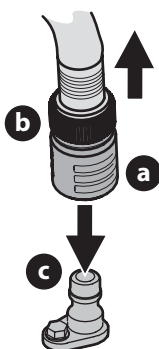

Figura 17
3. Tire del collarín de ajuste (a) del adaptador del pico (b) hacia atrás y empuje el adaptador del pico sobre el pico de lavado de la plataforma (c). Suelte el collarín de ajuste para trabar el adaptador del pico en el pico de lavado de la plataforma (Figura 17).